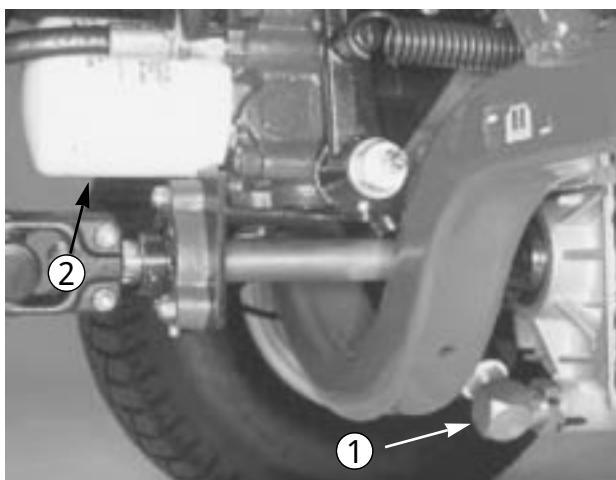

図67
2. トランスミッション（図67）の下のサクション・ライン付近をきれいに拭き、下に容器を置く。
- フィルタ (図67) 付近をきれいに拭き、容器を下に置いてフィルタを外す。